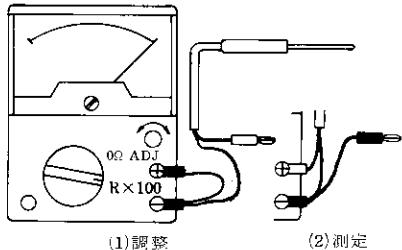

図2-7 温度の測定方法
- 図2-7のように、まず  $\oplus$ 、 $\ominus$  両端子に黒色リードを差込んで抵抗測定の場合と同様に、0  $\Omega$  ADJ つまみを調整して、 $\Omega$  目盛の 0 を指示するように合せて下さい。もし調整できない場合は、電池を交換して下さい。